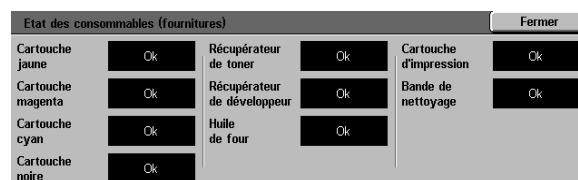

Figure 4 : Écran État des fournitures
- 2 Appuyez sur la touche **État des fournitures** pour afficher l'écran correspondant (voir la figure 4).